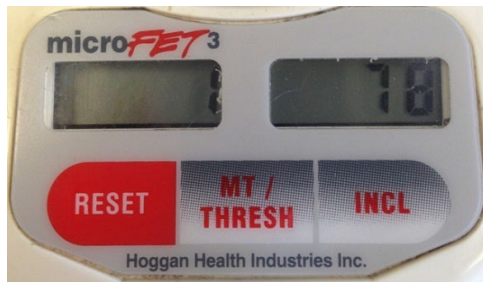

Figura 8. Ejemplo de resultados guardados de la prueba de inclinómetro
- El dispositivo mostrará la medición del ángulo en la pantalla derecha, y el número de prueba en la pantalla izquierda (consulte la Figura 8). Los resultados del ángulo de prueba se muestran como ángulo o número entero.